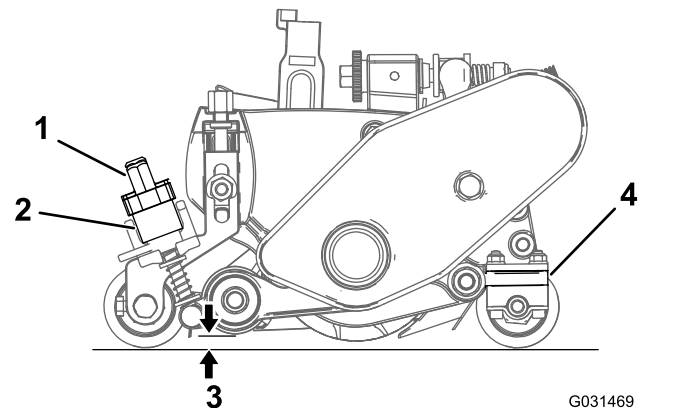

Bild 24
- A. Drehen Sie die Expresshubhebel (Bild 24) in die EINSATZSTELLUNG (Griff zeigt zur Vorderseite der Schneideinheit).
- B. Messen Sie am Ende der Groomerspindel den Abstand von der niedrigsten Spitze des Groomermessers bis zur Arbeitsoberfläche (Bild 24). Drehen Sie das Handrad zur Höheneinstellung (Bild 24), um die Groomer-Messerspitze auf die